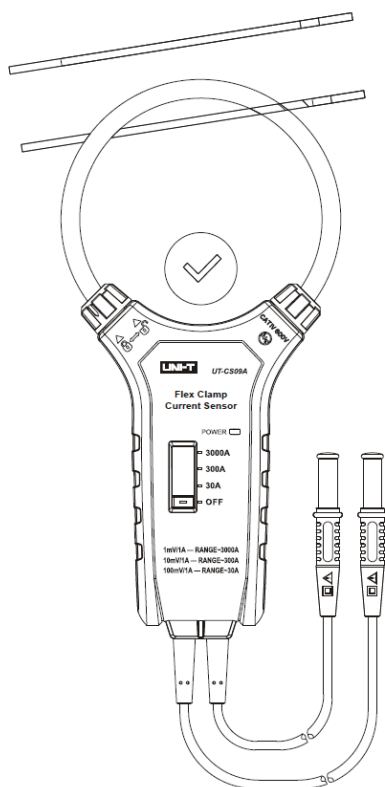

Figura 4
3. Utilize a bobina Rogowski/abraçadeira flexível para envolver e fixar à volta do condutor a ser medido. (ver Figura 4)